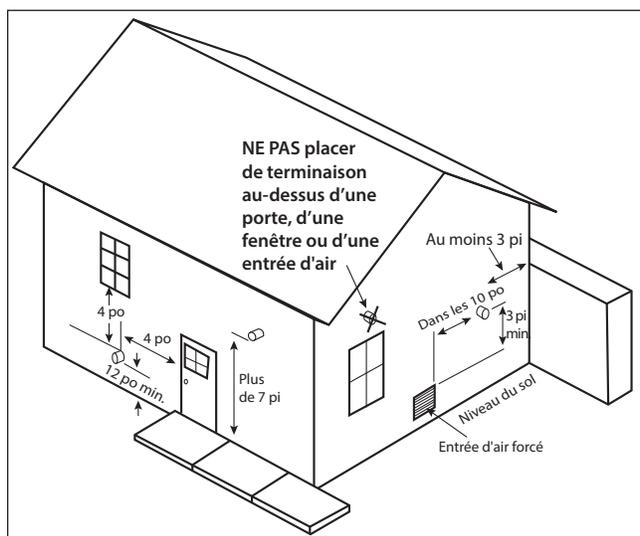

Fig. 16 - Dégagements des terminaisons de système de catégorie IV
5. La terminaison de l'évent doit aussi respecter les dégagements suivants ; comme illustré à la **Fig. 16 en page 25**.
5. La terminaison de l'évent doit aussi respecter les dégagements suivants, comme illustré à la **Fig. 16 en page 25**.